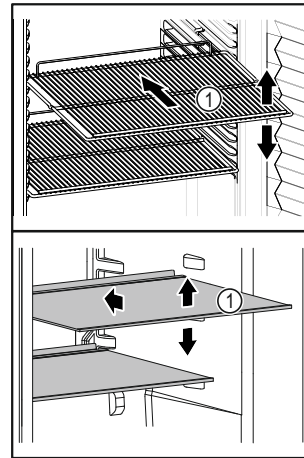

Fig. 67 Beispielhafte Darstellung
- ❑ Wenn Ablageflächen Fig. 67 (1) versetzbar sind, Ablageflächen je nach Höhe anpassen.